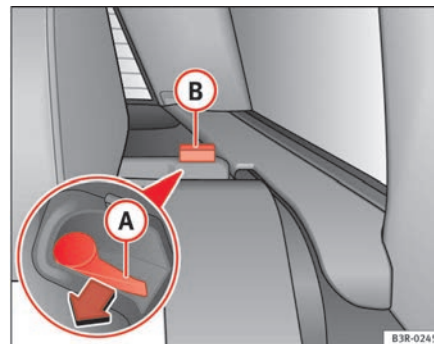

Fig. 127 Sbloccaggio dello schienale posteriore.
- Premere la leva di sbloccaggio nella direzione indicata dalla freccia (A ⇒ fig. 127).